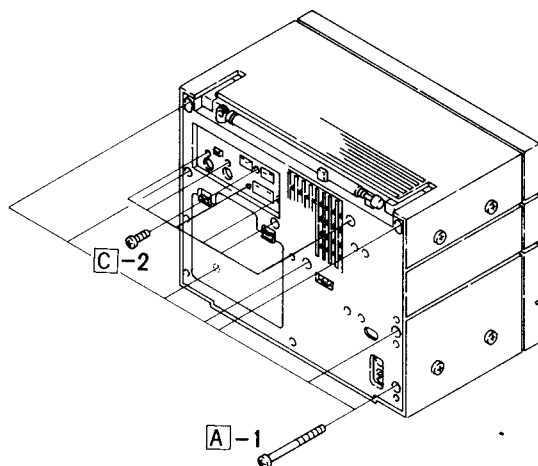

Fig. 8-1
1. Remove nine screws from the front and rear cabinets. See Figs. 8-1 and 8-2.
2. Remove seven screws from the rear cabinet. See Fig. 8-1.
2. Die sieben Schrauben vom Rückgehäuse entfernen. Siehe Abbildung 8-1.
1. Enlever les neuf vis des coffrets avant et arrière. Voir les figs. 8-1 et 8-2.
2. Retirer les sept vis du coffret arrière. Voir la fig. 8-1.